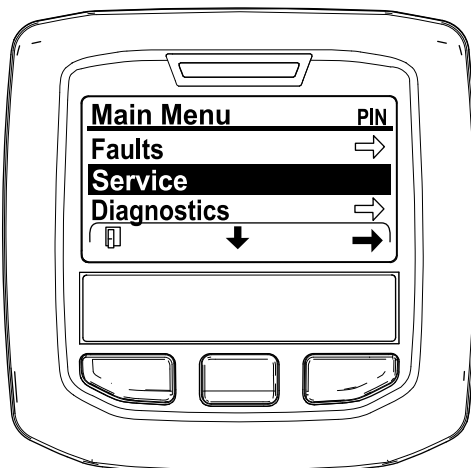

Figura 43
2. Vá até ao MENU PRINCIPAL, prima o botão central para ir até ao MENU DE MANUTENÇÃO e prima o botão direito para selecionar a opção de MANUTENÇÃO (Figura 43).